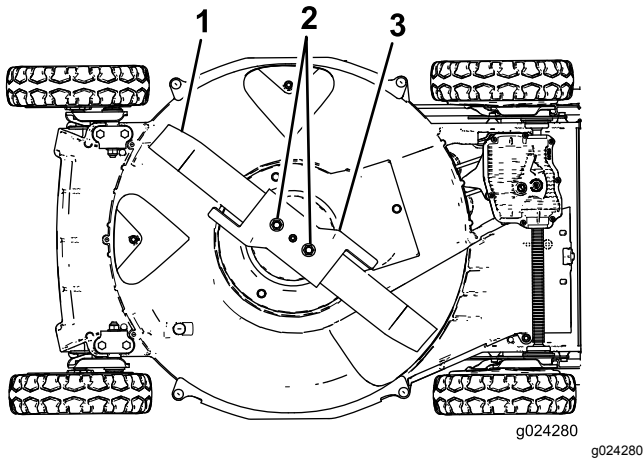

Figure 28
5. Basculez la machine sur le côté **droit** (filtre à air en haut), comme montré à la Figure 28.